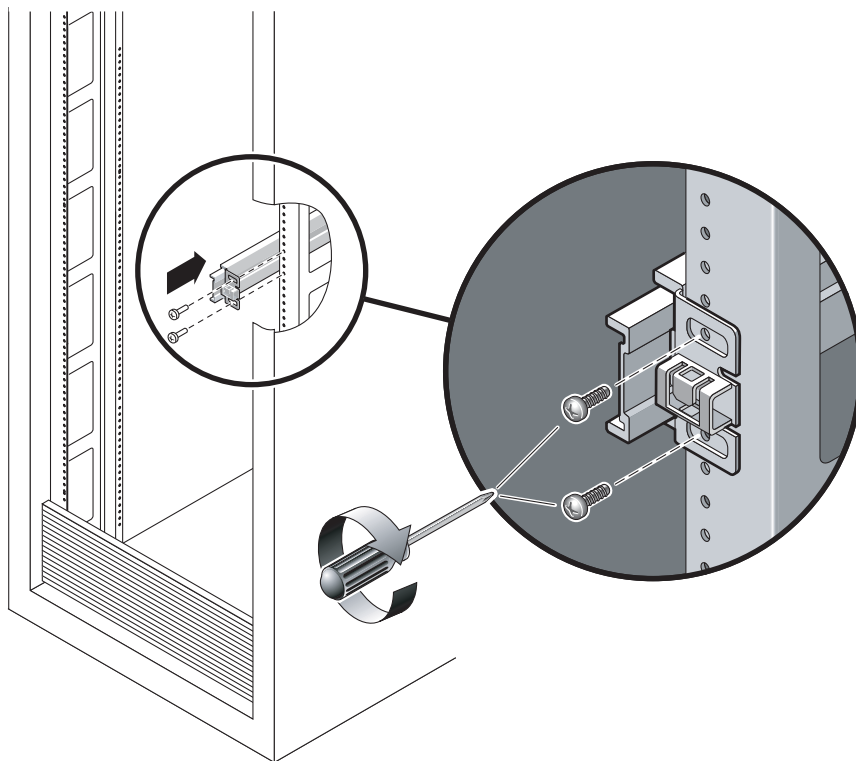

图 2-5 安装滑轨
a. 用两颗螺钉将滑轨的前部松散地连接到右前方的机架立柱（图 2-5）。